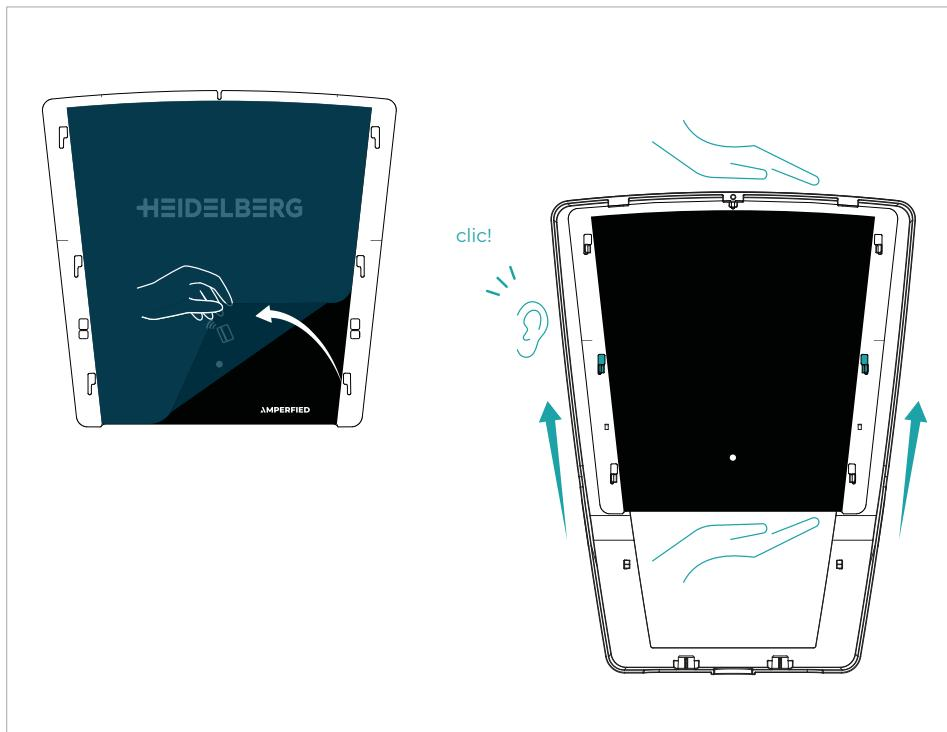

Fig. 9
- Desprindeți folia de protecție de pe obturator, după cum se arată în **fig. 9**.